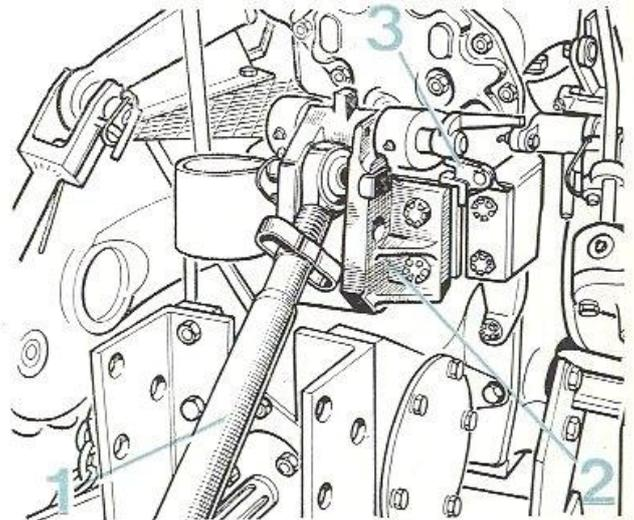

FIG. 42
Le bras de poussée (1) fig. 42 est broché dans le trou supérieur du support mobile (2) et le coin (3) est engagé entre le support mobile et la butée du bloc de relevage. Cette précaution est également à respecter pour le transport sur route qui doit s'effectuer **obligatoirement en position contrôlée.**